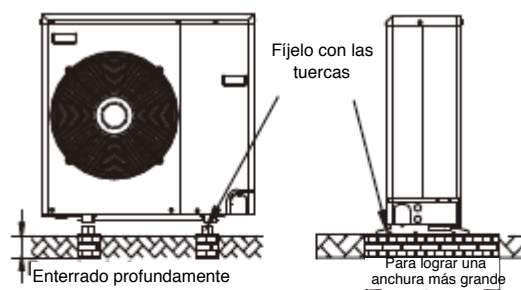

Imagen 9
- 5) Adaptación de la base de concreto, consulte la Imagen 9: